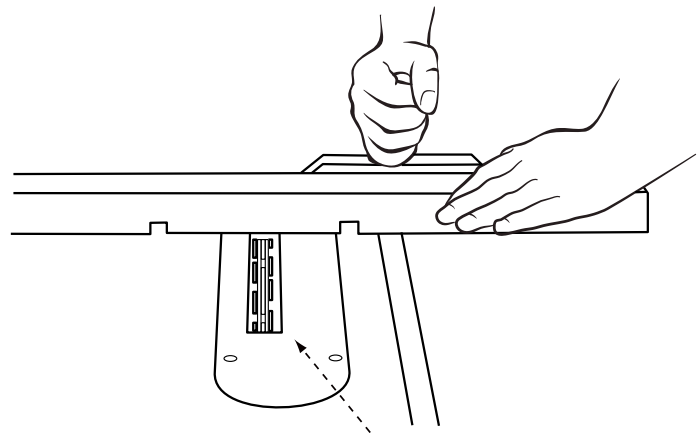

FIGURA 30
- Debe usar la placa de garganta para ajuste del cabezal para ranurar de accesorio, mostrado en la Figura 30, en vez de la placa de garganta estándar. Asegúrese de que la placa de garganta esté al nivel de la mesa antes de continuar.